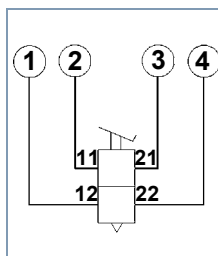

Fig. 3 Raccords au banc d'essai
- Raccorder l'appareil aux raccords du banc d'essai (voir fig. 3).